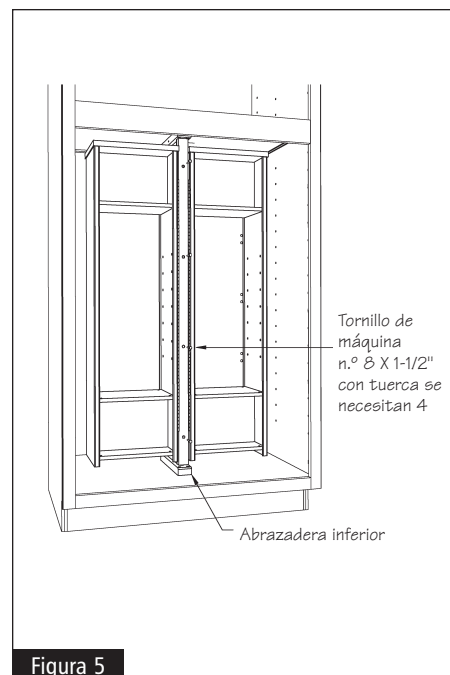

Figura 5
**9** Ubique el ensamblado de abertura exterior en el soporte central e instálelo en el soporte central del gabinete. Asegúrese de colocar hacia arriba las guardas de cromo en los estantes. Coloque el ensamblaje batiente entre las abrazaderas inferior y superior, de modo que no haga contacto (roce) con ellas. Vea la figura 5.